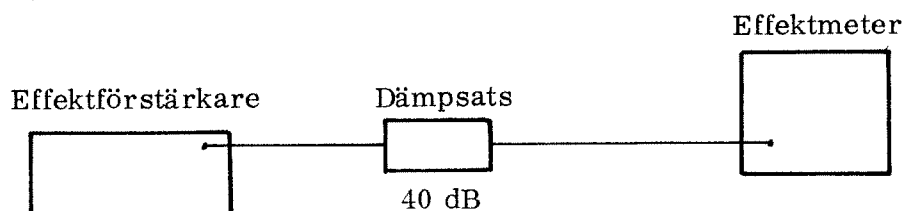

Bild 5
4.2.4.1 Koppla upp enligt bild 5.